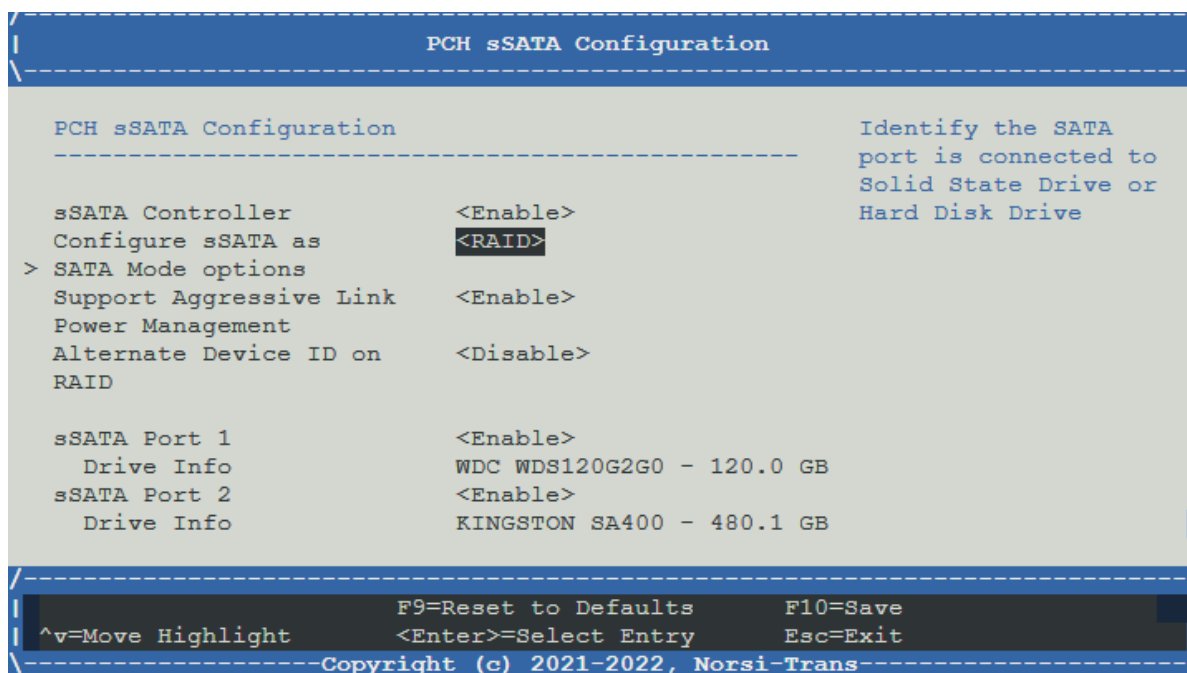

Рис. 67. Меню PCH sSATA Configuration
- 2) Перейдите во вкладку «PCH sATA Configuration» и установите «sATA Controller» в состояние <Enable>. Окно показано на рис. 67 Меню PCH sATA Configuration.